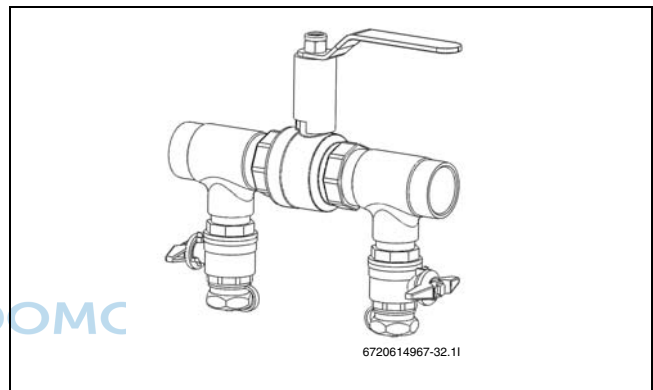

Bild 22 Befüll-einrichtung in Normalposition
- Ventile der Befüll-einrichtung in die Normalposition stellen (→ Bild 22) und Pumpe der Befüllstation abschalten.